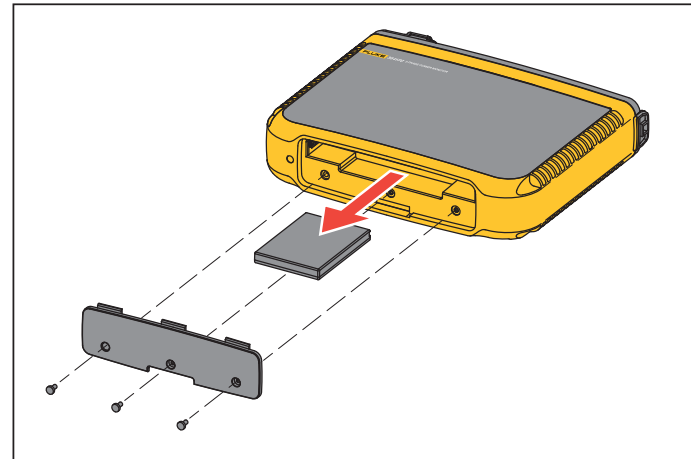

Figure 15. Remplacement des piles
1. Enlevez les trois vis et retirez le couvercle du logement de la batterie. Voir la Figure 15.